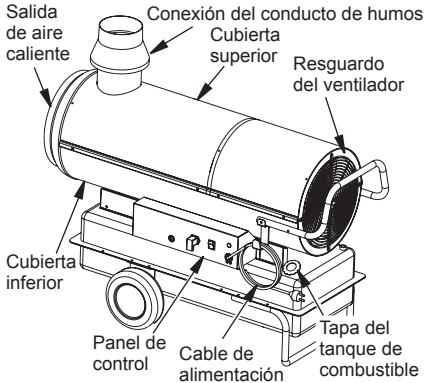

Figura 4. Calentador portátil de aire forzado ventilado
- Inserte la conexión del conducto de humos al tubo de salida de humos (consulte la figura 4).